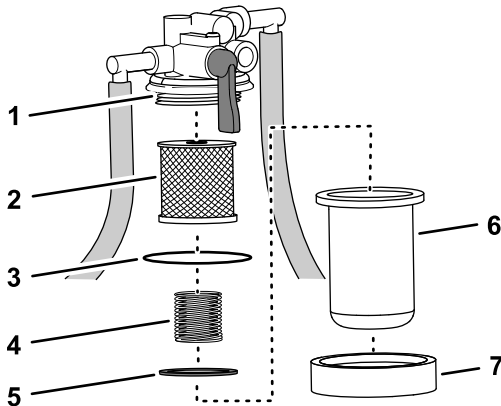

Figura 71
3. Coloque um recipiente de escoamento debaixo do recipiente do filtro de combustível, retire a porca do recipiente e retire o recipiente do filtro da cabeça do filtro (Figura 71).
2. Monte o elemento do filtro na cabeça do filtro; consulte Figura 71 em Remoção do elemento do filtro (página 55).
3. Monte a mola e a flutuação no recipiente do filtro de combustível; consulte Figura 71 em Remoção do elemento do filtro (página 55).
4. Monte o recipiente do filtro e a porta do recipiente na cabeça do filtro e aperte a porca à mão; consulte Figura 71 em Remoção do elemento do filtro (página 55).